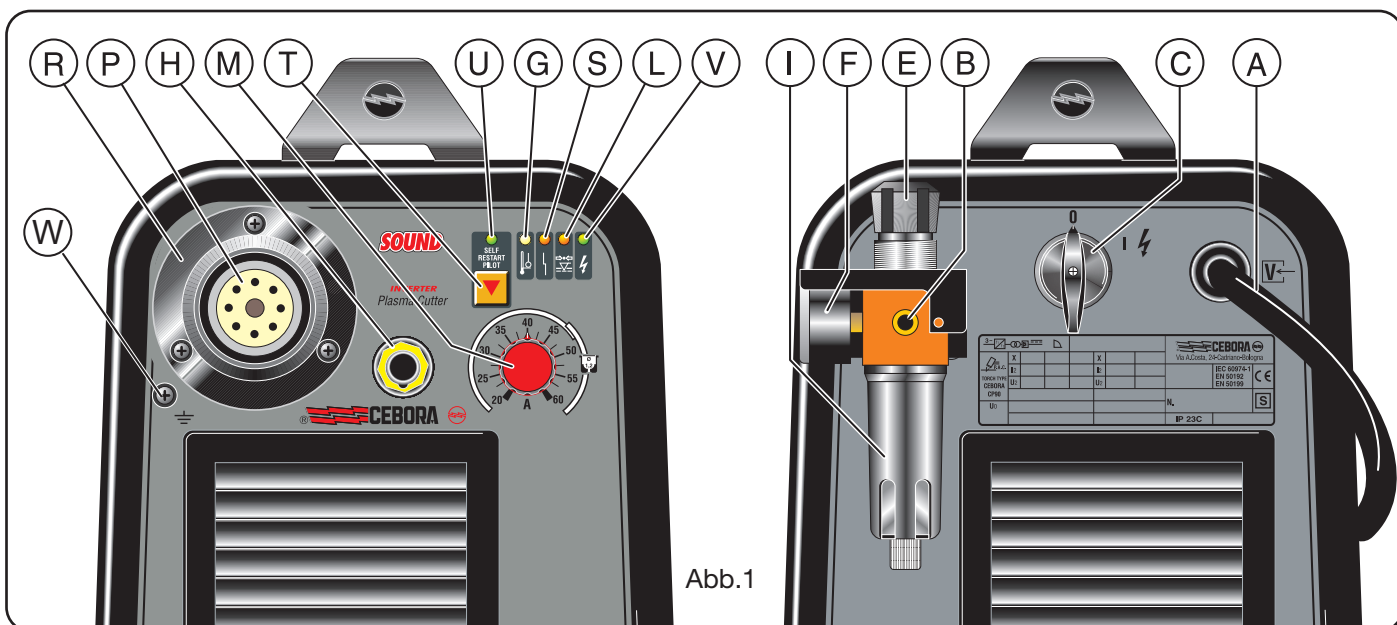

Abb.1
### 2.1 MONTAGE DES BRENNERS (Abb. 1)
1) Zur Vermeidung von Überlastung. Meldung durch ständiges Leuchten der LED **G** (siehe Abb. 1).
Er befindet sich auf der Brennerspeisung und spricht bei zu geringem Luftdruck an. Meldung durch Aufleuchten der LED **L** (siehe Abb. 1).